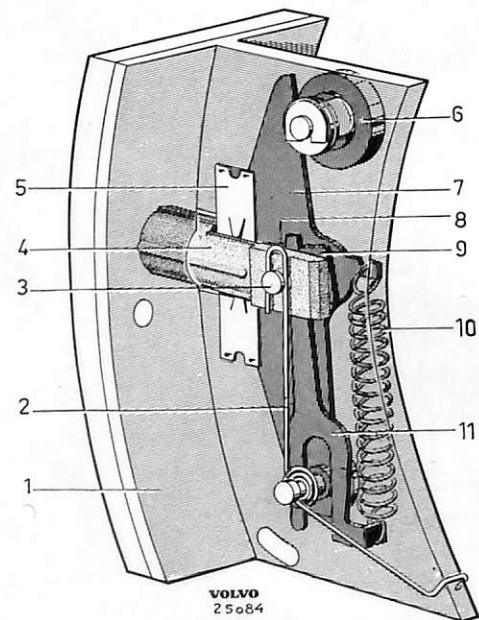

Bild 3. Självjusteringsanordning.
Självjusteringen (bild 3) fungerar enligt följande.
1. Pressa in kontaktpluggen (4 bild 3) och kontrollera att kilen (11) är i sitt inre läge.
2. Koppla av fjädern (10) för kilen samt fjädern (2) för kontaktpluggen.
3. Tag bort hävarm (7), kil (11), kontaktplugg (4), dämpningsfjädrar (5) samt styrklack (8).
1. Montera styrklacken (8 bild 3). Byt ut kontaktpluggen och montera den nya på sin plats i bromsbacken. Lagg kilen (11) på sin plats med den släta sidan mot styrklacken.
2. Pressa in kontaktpluggen så långt, att hålet i denna kommer mitt för hålet i bromsbacken och montera hävarm (7) och fjäder (2) för kontaktplugg.
3. Koppla på fjäder (10) för kil och montera dämpningsfjädrarna.